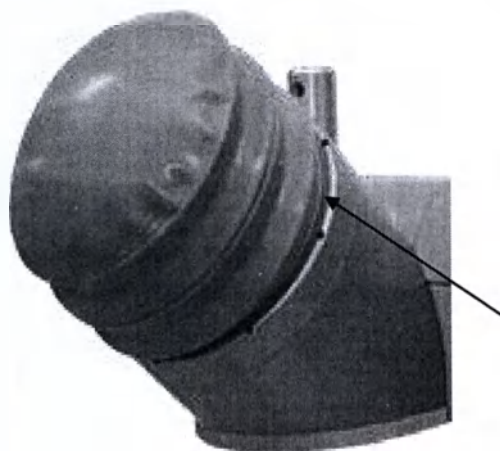

Рисунок 8-1. Уберите контактную смазку из зазора
6. Обратите внимание на очистку зазора между мембраной и ударно-волновой головкой от контактной смазки (Рисунок 8-1).
После каждой процедуры необходимо очистить мембрану и вытереть с нее излишки масла, а также очистить зазор между мембраной и ударно-волновой головкой (Рисунок 8-1).